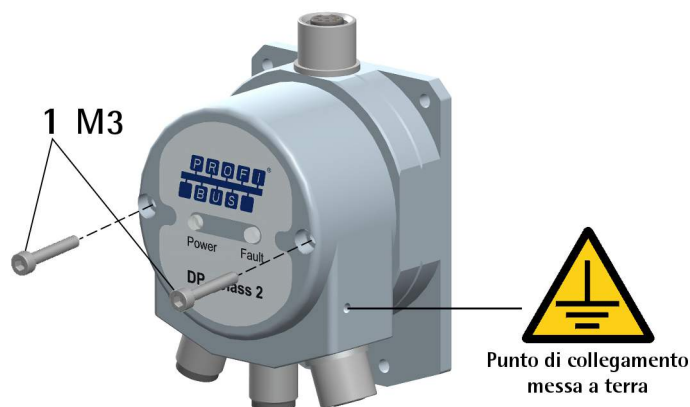

Figura 5
### 4.1 Coperchio del convertitore (Figura 5)
Per togliere il coperchio svitare le due viti di fissaggio M3 1 (Figura 5). Prestare la massima attenzione ai collegamenti interni.
**4.5 Collegamento messa a terra (Figura 5)**
Collegare la calza del cavo e/o la custodia del connettore e/o il corpo del dispositivo a un buon punto di terra; assicurarsi che il punto di terra sia privo di disturbi. Il collegamento a terra può essere effettuato sul lato dispositivo e/o sul lato utilizzatore; è compito dell'utilizzatore valutare la soluzione migliore da adottare per minimizzare i disturbi. Si consiglia di effettuare il collegamento a terra il più vicino possibile al dispositivo. Per la messa a terra si consiglia di utilizzare il punto di collegamento previsto sul coperchio del dispositivo (si veda la Figura 5, utilizzare una vite TCEI M3 x 6 a testa cilindrica con due rondelle zigrinate).
La tensione dell'alimentazione dell'encoder collegato deve essere impostata utilizzando il DIP switch POWER SUPPLY collocato all'interno della custodia del convertitore. Essa deve essere conforme alla tensione richiesta dall'encoder SSI collegato. Per accedere al DIP switch POWER SUPPLY riferirsi alla sezione "4.1 Coperchio del convertitore (Figura 5)" a pagina 24.